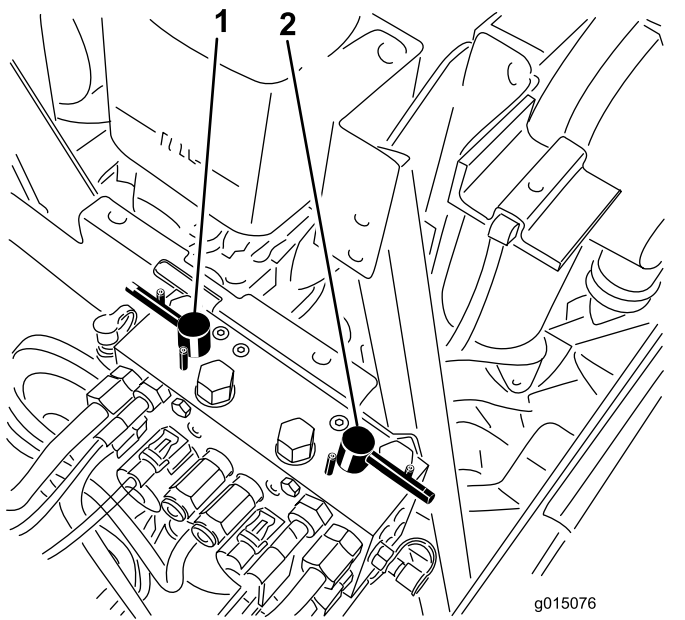

图 85
4. 选择前、后或同时两个倒磨控制杆确定哪个装置需要倒磨 (图 85)。